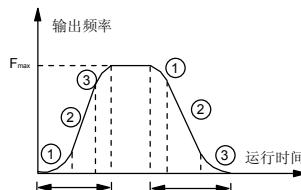

图 6-7 S 曲线加减速
定义开门加速过程S曲线起始段的时间与整个加速时间的百分比, 如图6-7中T1时段的①。
变频器在加减速过程中, 输出频率与加减速时间为S曲线关系, 按照S形曲线递增或递减, 如图 6-7的曲线所示。
定义开门加速过程S曲线上升段时间与整个加速时间的百分比, 如图6-7中T1时段的②。
定义开门减速过程S曲线起始段时间与整个减速时间的百分比, 如图6-7中T2时段的①。
定义开门减速过程S曲线下降段时间与整个减速时间的百分比, 如图6-7中T2时段的②。
定义关门加速过程 S 曲线起始段的时间与整个加速时间的百分比，如图6-7中T1时段的①。
定义关门加速过程 S 曲线上升段的时间与整个加速时间的百分比，如图6-7中T1时段的②。
定义关门减速过程 S 曲线起始段的时间与整个减速时间的百分比，如图6-7中T2时段的①。
定义关门减速过程 S 曲线下降段的时间与整个减速时间的百分比，如图6-7中T2时段的②。